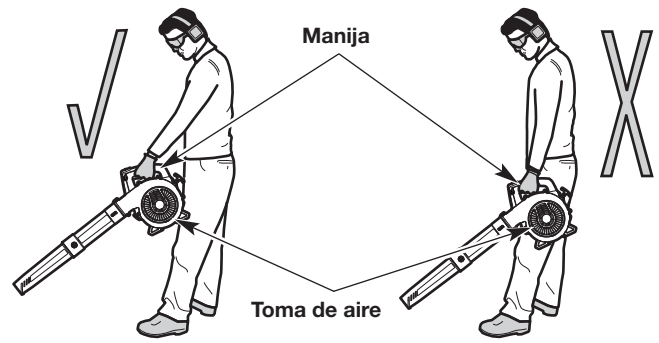

Fig. 6
- Párese en la posición de arranque (Fig. 6). Párese derecho. No se incline sobre el aparato.
- Sostenga la unidad delante y separada del cuerpo (Fig. 6).
**WARNING:** A fin de evitar que se produzcan lesiones graves o daños a la unidad, **NO** sostenga la unidad en su costado (Fig. 6). El motor puede estar muy caliente. **NUNCA** bloquee la toma de aire.